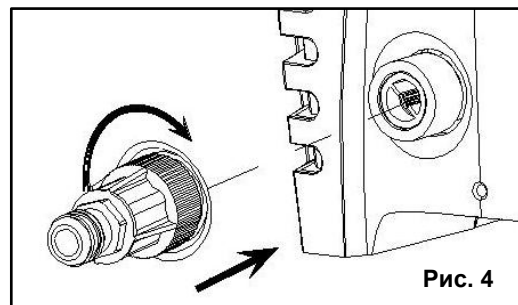

Рис. 4
- Подключите шланг высокого давления к штуцеру подачи воды на лицевой панели мойки (См. Рис.4).